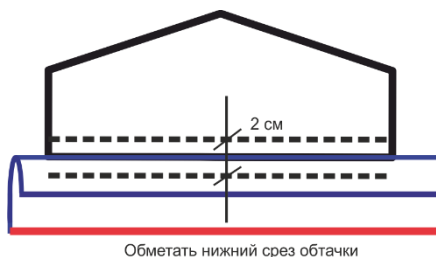

Рис. 3
- заутюжьте обтачку кармана 1:3 (см. рис. 3);